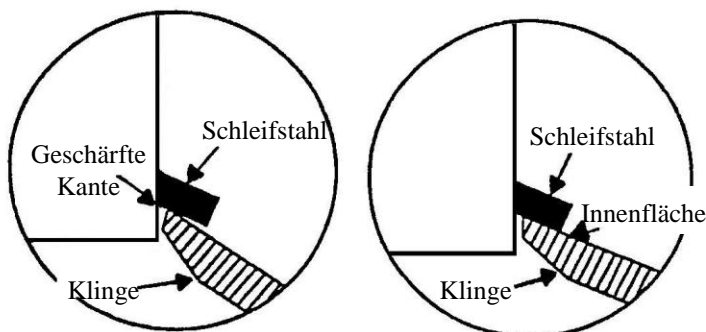

Abb. 5A - Richtige Einstellung
8.3.3 Schleifstahlwinkel (Siehe Abb. 5A u. 5B)
Der Schleifstahlwinkel muss so eingestellt werden, dass die Scherenklinge bündig an der Innenfläche oder an der geschärften Kante berührt wird, wie in Abb. 5A unten gezeigt.